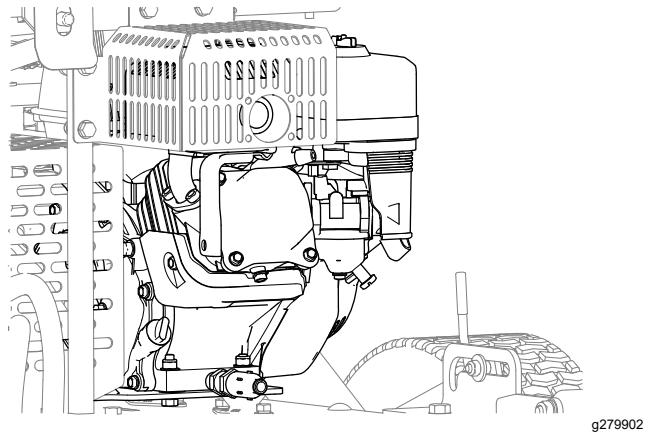

図 42
4. エンジンとエンジン冷却フィンの周囲から汚れをきれいに落とす図 42。